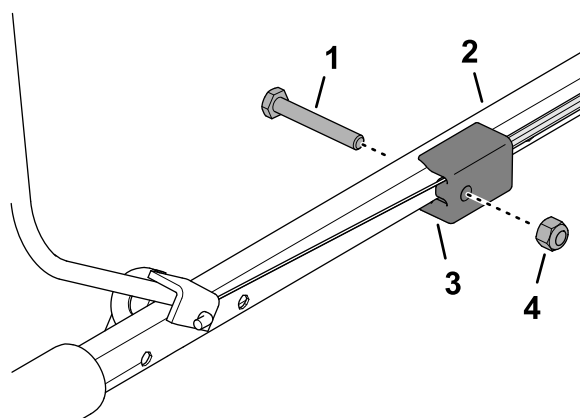

Figura 13
5. Fixai fittingul barei de ghidare la bara de ghidare superioară (Figura 13) cu urubul ($\frac{1}{4} \times 1\frac{3}{4}$ ") i contrapiulia ($\frac{1}{4}$ ").